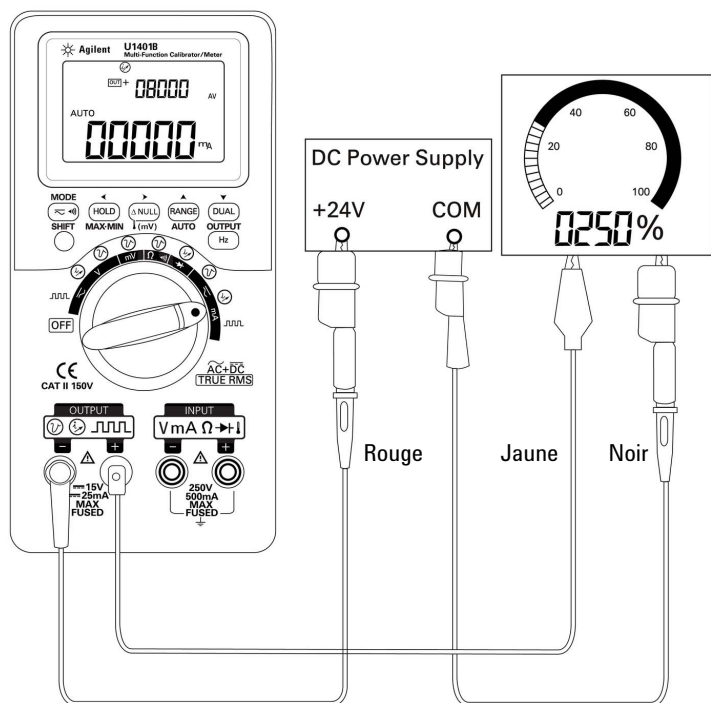

Figure 5-2 Simulation d'une sortie en mA
- 2 Branchez le cordon de test jaune dans la borne de sortie positive de l'instrument et dans la borne positive de l'appareil de mesure sur la boucle de courant. Reportez-vous à la Figure 5-2 à la page 89.